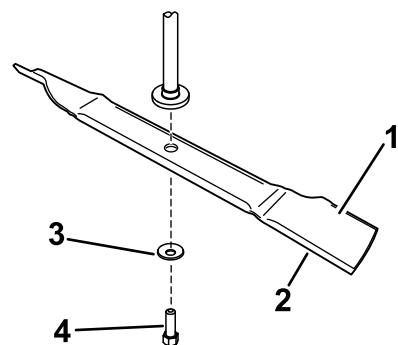

Figura 8
1. Instale la cuchilla en el eje (Figura 8).
2. Instale la arandela curva (con la copa hacia la cuchilla) y el perno de la cuchilla (Figura 8). **No instale el refuerzo de la cuchilla.**
Estas cuchillas no requieren el refuerzo de la cuchilla (Figura 8).